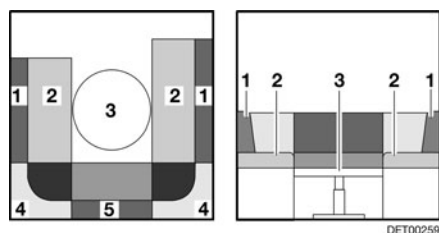
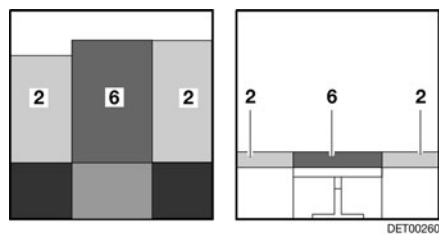

Fig. 69 Durante la transformación
Fig. 70 Después de la transformación
- Extraer los cojines del respaldo (Fig. 69,1, 4 y 5).
- Colocar el cojín adicional (Fig. 70,6) entre los cojines del asiento (Fig. 70,2) sobre la mesa (Fig. 69,3).